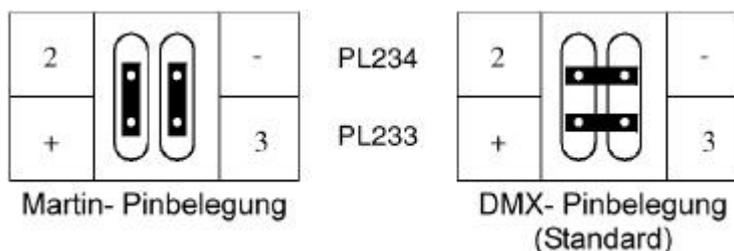

Abb. 7: XLR- Jumper
2. Positionieren Sie die Jumper PL233 und PL234 entsprechend der gewünschten XLR- Pinbelegung, wie in Abb. 7 dargestellt.